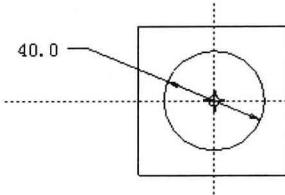

图 1.20
- (1) 选择模型中的圆弧曲面。
- (2) 在下拉菜单中选择“编辑”→“偏移”命令。
- (3) 选择“具有斜度”偏移曲面类型。
- (4) 单击“参照”(References) 按钮，然后单击“定义”(Define) 按钮。
- (5) 选择基准平面 TOP 为草绘平面，改变箭头方向，单击鼠标中键进入草绘器。
- (6) 绘制如图 1.20 所示的截面。